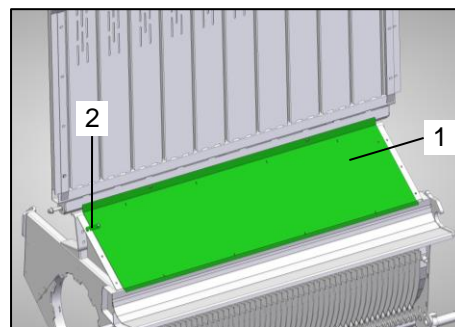

Bild 22: Förderkanal Abdeckung
- Setzen Sie die Abdeckung (Bild 22 / Pos.1) über dem Förderkanal ein
- Lösen Sie die Schrauben in unmittelbarer Nähe zu den beiden Verschlusshaken (Bild 22 / Pos.2) an den seitlich angrenzenden Blechen.
- Legen Sie die Verschlusshaken (Bild 22 / Pos.1) um, sodass diese die Schrauben umfassen.